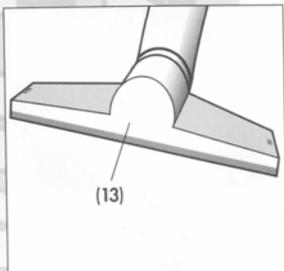

Fig. 11
- È composta da una parte universale (13) (Fig. 11) sulla quale possono essere montate a seconda delle esigenze: